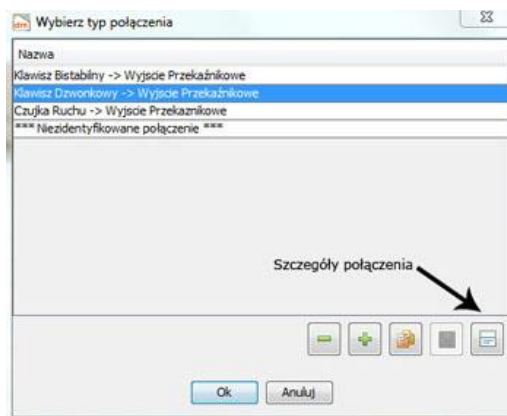

Rys. 30. Widok okna schematu projektu.
9. Po konfiguracji wejścia oraz wyjścia należy nanieść obiekty na planszę. Operację wykonuje się poprzez zaznaczenie obiektu, a następnie przeciągnięcie go na planszę w środkowym oknie. Po poprawnym wykonaniu widok planszy powinien być jak na rys. 30.